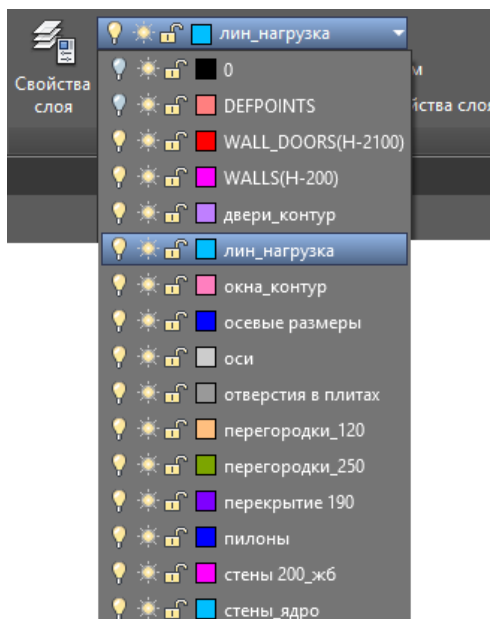

Рис.14.16. Раскрывающийся список слоев
- из раскрывающегося списка слоев выберите слой **лин_нагрузка** (панель **Слои** на вкладке **Создание**) (рис.14.16);